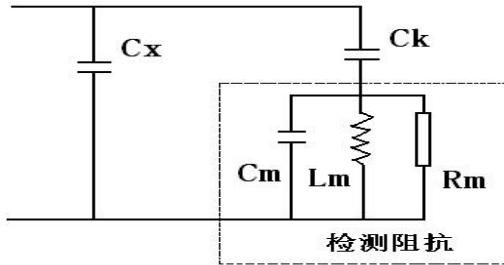

图 4.8 RLC 型输入单元的检测回路及等效电路示意图（并联法）
1) 如图 4-8 所示为 RLC 型输入单元的检测回路及等效电路，其中  $C_x$  为试品电容， $C_k$  为耦合电容。当产生一次局部放电时，试品  $C_x$  两端产生一个瞬时电压变化  $\Delta u$ ，此时若经过  $C_k$  耦合到输入单元上，回路就会产生一脉冲电流  $I$ ，局放仪将脉冲电流经输入单元产生的脉冲电压信息，予以检测、放大和显示等处理，就可以测定局部放电的一些基本参量（主要是放电量  $q$ ）。